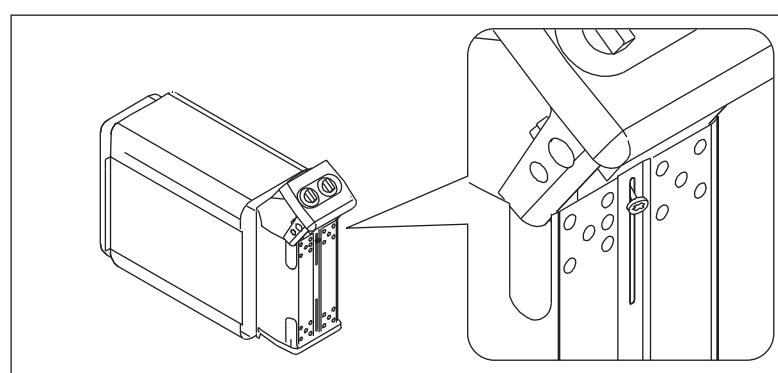

Рисунок 8.
- Когда кабель присоединен, торцевая часть с приборами управления осторожно возвращается в электрокоробку. См. рис. 8. Перед затяжкой крепежного шурупа убедитесь, что край электрокоробки находится в дне паза торцевой части.